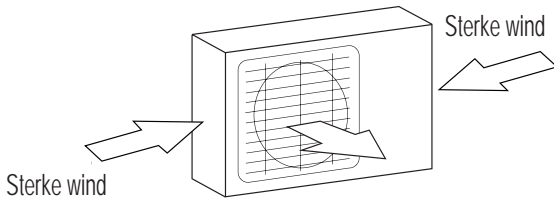

Fig. 9.1
- ☑ Als het toestel zich op een locatie bevindt die blootgesteld wordt aan sterke wind (bv. aan de zee), moet het tegen een muur geplaatst worden om het tegen wind te beschermen. Gebruik indien nodig een luifel. (Zie Fig. 9.1 & 9.2)